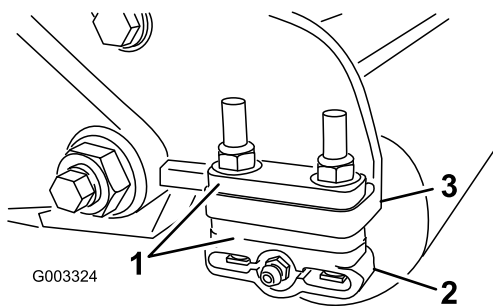

Figura 18
1. Regolate le staffe del rullo posteriore (Figura 18) in base all'altezza di taglio desiderata posizionando il numero di distanziali necessari sotto la flangia di montaggio della piastra laterale (Figura 18) conformemente alla tabella delle altezze di taglio.